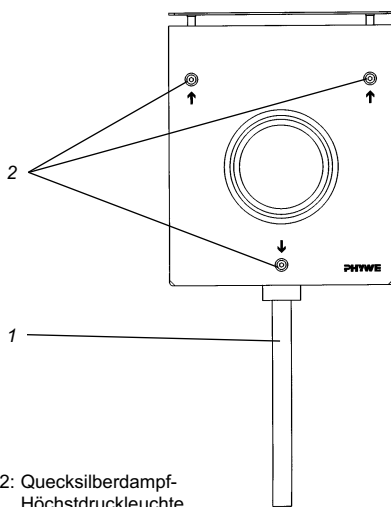

Abb. 2: Quecksilberdampf-Höchstdruckleuchte
Mit Hilfe des 10 mm-Rundstiels (1) (s. Abb. 2) kann die Lampe bequem in allen Stativfüßen und auf optischen Bänken gehalten werden. Die Höhendifferenz zwischen Stielende und Mitte der Lichtaustrittsöffnung beträgt 180 mm (passend zu allen PHYWE-Bauelementen für optische Bänke).
- Innensechskantschrauben (2) (3 Stück, s. Abb. 2) an der Frontseite mittels Inbusschlüssel 2 mm lösen und Deckel nach vorn abziehen.
- Klemmschraube (3) am unteren Lampensockel lösen und Hartpapierstab aus unterem Sockel ziehen, dabei am oberen Sockel anfasen.
- Klemmschraube (4) am oberen Sockel lösen und Hartpapierstab herausnehmen.
- Lampe so in den oberen Lampensockel (mit Anschlussleitung) einsetzen, dass die Verspiegelung (6) der Lampe später unten ist und Klemmschraube (4) vorsichtig anziehen, ohne Biegekräfte auf den Quarzkolben zu bringen (Bruchgefahr).
- Quarzkolben in den unteren Lampensockel einsetzen und sicherstellen, dass die Anschlussleitung (5) weder am Lampenkolben anliegt, noch den Lichtaustritt behindert.
- Klemmschraube (3) am unteren Lampensockel vorsichtig anziehen.